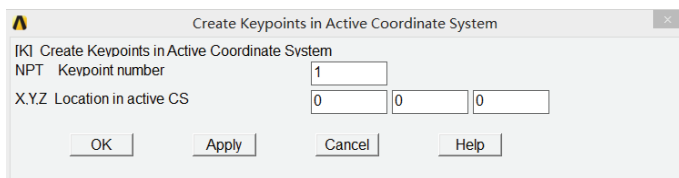

图 3-65 创建关键点对话框
1) 选择 Main Menu | Preprocessor | Modeling | Create | Keypoints | In Active CS 命令, 出现 Create Keypoints In Active Coordinate System 对话框。在 NPT Keypoint number 输入栏中输入 1, 在 X,Y,Z Location in active CS 输入栏中分别输入 0、0、0, 如图 3-65 所示, 单击 Apply 按钮, 在 NPT Keypoint number 输入栏中输入 2, 在 X,Y,Z Location in active CS 输入栏中分别输入 0.4、0、0, 单击 Apply 按钮, 在 NPT Keypoint number 输入栏中输入 3, 在 X,Y,Z Location in active CS 输入栏中分别输入 0、0.3、0, 单击 OK 按钮关闭该对话框。